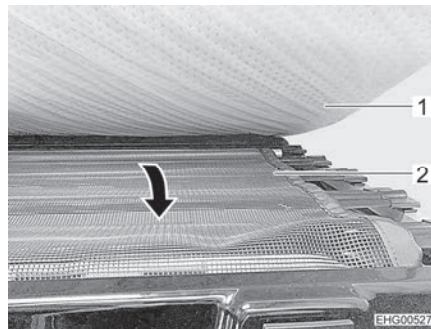

Bild 62 Skyddsnät
- Dra ut skyddsnätet (Bild 62,2) under madrassen (Bild 62,1) och spänn det över åtkomstöppningen.